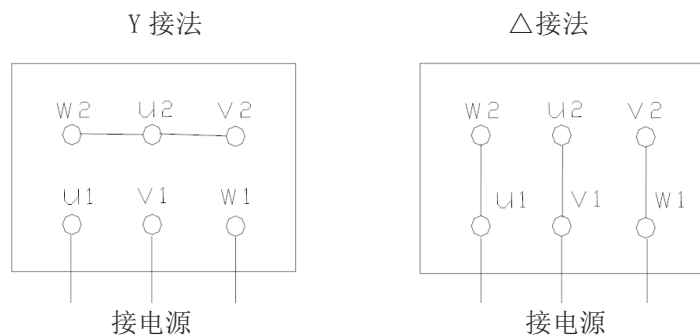

图 1 有六个出线头的低压定子出线接法示意图
8. 电机接线通常有两种方式，未做特殊说明，4kW 以下电机为 Y 接法，4kW 及以上为 Δ 接法，使用前检查出线端在出线盒内的连接片位置是否正确，正确的连接片位置如图 1 所示。